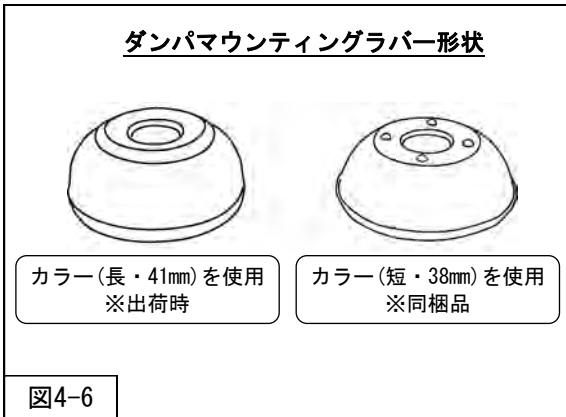

図4-6
6. 図4-6を参考に、ダンパマウンティングラバー(純正部品)の形状でカラーの選択を行い、取付けてください。